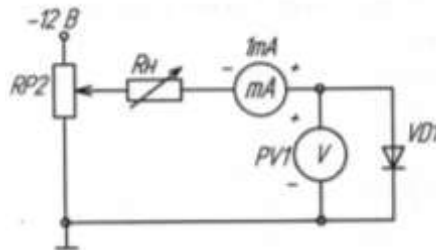

Рисунок 2
4. Собрать схему (рис.2) для снятия обратной ветви ВАХ, подключив к RP2 источник -12В и заменив миллиамперметр, поменяв также его полярность подключения. Снять обратную ветвь ВАХ диода.